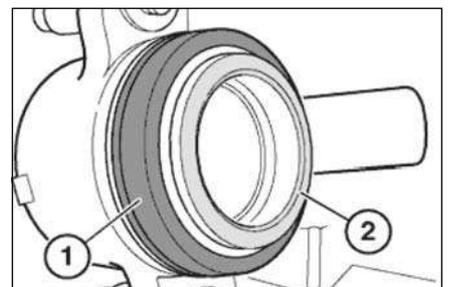

**Рис. 13.4. Тормозные колодки**
- Используя приспособление «34.1.050», переместить поршень внутрь цилиндра до упора и снять внешнюю тормозную колодку (1, рис. 13.4), после чего снять внутреннюю тормозную